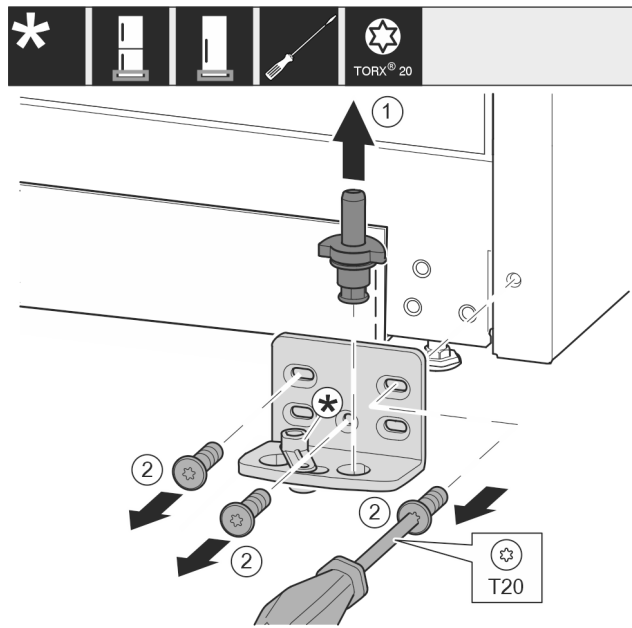

Fig. 14
- ▶ Lagerbolzen Fig. 14 (1) komplett nach oben herausziehen.
- ▶ Schrauben Fig. 14 (2) mit Schraubendreher herausdrehen und Lagerbock abnehmen.